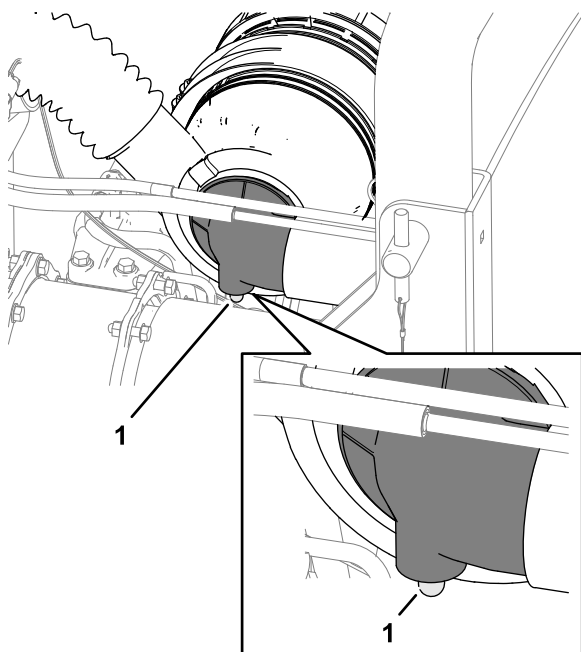

Bild 51
2. Prüfen Sie die Verstopfungsanzeige des Luftfilters (Bild 51).
Hinweis: Warten Sie den Hauptluftfilter, wenn die Verstopfungsanzeige des Luftfilters (Bild 51) rot ist. Das häufige Auswechseln des Luftfilters erhöht die Gefahr, dass Schmutz in den Motor gelangt, wenn der Filter entnommen ist.